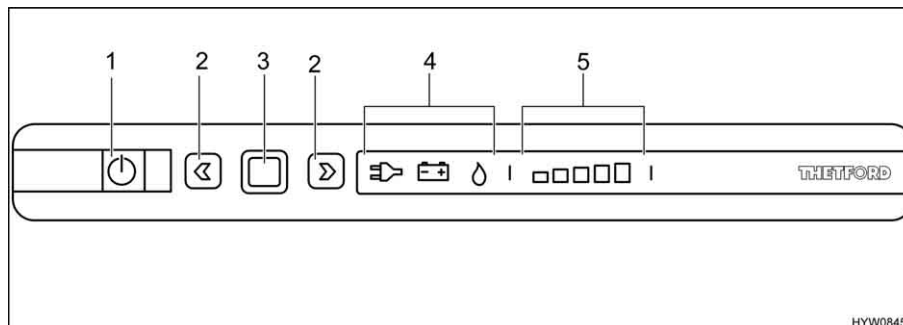

Fig. 172 Boutons de commande pour le réfrigérateur
Le mode de fonctionnement actuel est indiqué par un symbole éclairé (Fig. 172,4) sur l'unité de commande.
Lorsque le réfrigérateur est mis en marche, il choisit automatiquement la dernière température du thermostat sélectionnée. Ce réglage peut cependant être corrigé manuellement à l'aide des touches fléchées (Fig. 172,2). Les barres lumineuses de l'indicateur du degré de refroidissement (Fig. 172,5) indiquent le réglage sélectionné du thermostat. La température de réfrigération de tous les trois types d'énergie est réglée avec les touches fléchées. Il faudra attendre quelques heures jusqu'à ce que le réfrigérateur ait atteint sa température normale de réfrigération. Il garde toutefois son réglage de température lorsqu'on change d'un mode à un autre. La température de réfrigération est maintenue indépendamment du type d'énergie choisi.
- Appuyer sur la touche Marche/Arrêt (Fig. 172,1) pendant 1 seconde. La touche verte (Fig. 172,1) s'allume. L'affichage devient plus sombre pour des raisons d'économie d'énergie au bout d'env. 10 secondes.
- Appuyer sur la touche de confirmation (Fig. 172,3). Le réglage actuel du mode de fonctionnement est affiché.
- Quand le régime au gaz n'est pas réglé : pour changer le réglage, presser la touche de confirmation (Fig. 172,3) pendant env. 2 secondes.
- Choisir le régime au gaz avec les touches fléchées (Fig. 172,2). L'arrivée de gaz est ouverte. L'allumage s'effectue de manière automatique. Un tic-tac est distinctement perceptible jusqu'à ce que la procédure d'allumage soit effectuée avec succès.
- Appuyer sur la touche de confirmation (Fig. 172,3) pendant env. 2 secondes.
- Appuyer de nouveau sur la touche de confirmation (Fig. 172,3). Le degré actuel de refroidissement est indiqué par les barres lumineuses (Fig. 172,5).
- Pour changer le réglage, appuyer sur les touches fléchées (Fig. 172,2) jusqu'à ce que le réglage désiré soit affiché.
- Appuyer sur la touche Marche/Arrêt (Fig. 172,1) pendant env. 2 secondes. Toutes les lampes s'éteignent. Le réfrigérateur est coupé.
- Quand le régime 230 V n'est pas réglé : pour changer le réglage, appuyer sur la touche de confirmation (Fig. 172,3) pendant env. 2 secondes.
- Choisir le régime 230 V avec les touches fléchées (Fig. 172,2).
- Quand le régime 12 V n'est pas réglé : pour changer le réglage, appuyer sur la touche de confirmation (Fig. 172,3) pendant env. 2 secondes.
- Choisir le régime 12 V avec les touches fléchées (Fig. 172,2).